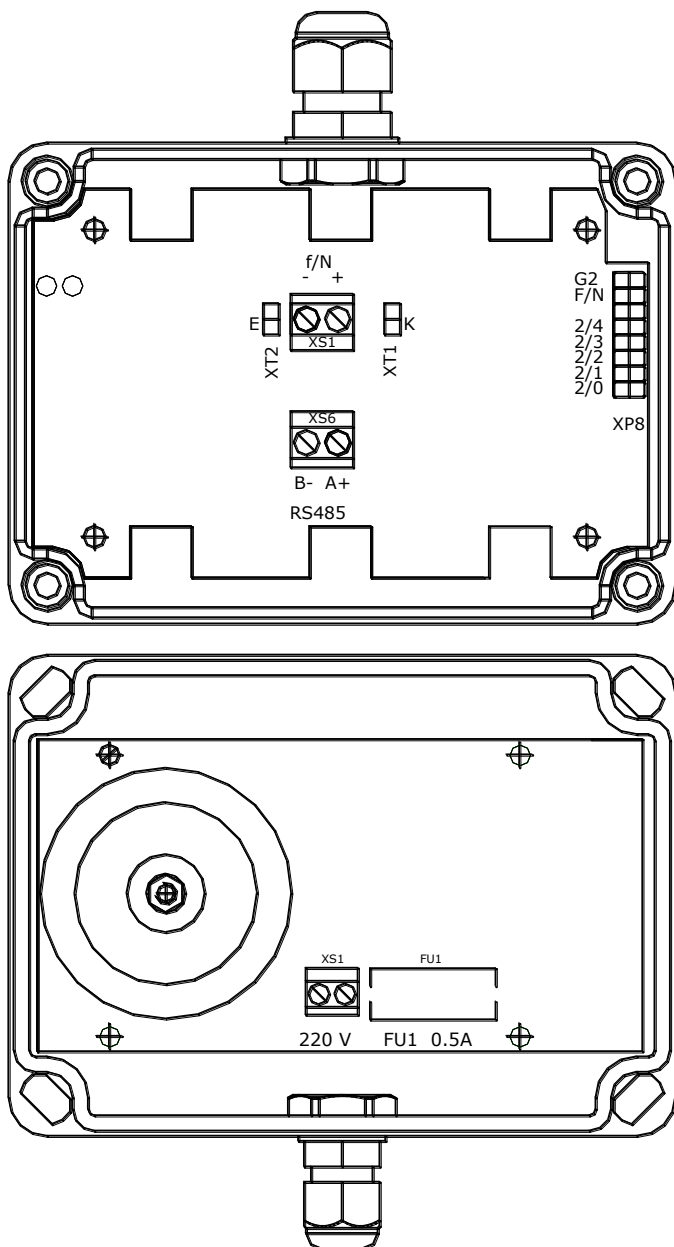

Рис. 8.7
8.4.1 Для проведения монтажа необходимо отвернуть 4 винта на передней панели ППМ и снять переднюю панель. После этого освобождается доступ к разъемам и клеммникам для подсоединения внешних цепей. Внешний вид ППМ расходомера приведен на рис. 8.7, 8.8.
8.6.2 Проверить правильность монтажа электрических цепей в соответствии с электрической схемой подключения, приведенной на рис. 8.7.
8.6.7 Для визуального просмотра измеренных параметров информация с расходомера может быть считана по последовательному интерфейсу RS-485. Для работы по последовательному интерфейсу RS-485 необходимо снять переднюю панель расходомера и подключить к разъёму RS-485 кабель для связи с периферийными устройствами: IBM совместимым компьютером, контроллером, теплосчетчиком и т.д. (см. рис. 8.7, 8.8). При работе по интерфейсу RS-485 подключение к компьютеру следует осуществлять через интерфейсный адаптер.
Переключение диапазона расходов осуществляется путём установки/снятия джампера **G2** (поле **XP8**, см. рис. 8.7, 8.8).
Установка вида дискретного сигнала осуществляется путём установки/снятия джампера **F/N** (поле **XP8**, см. рис. 8.7).
Конфигурация выходного каскада выбирается путём установки/снятия джамперов **ХТ1**, **ХТ 2** на плате коммутации (см. рис. 8.7, 8.8; таблицу 8.1).
8.10.1 Установка сетевого адреса расходомера осуществляется путём установки/снятия джамперов **2/0...2/4** (поле **XP8**, см. рис. 8.7, 8.8). Сетевым адресом расходомера является пятибитное двоичное число. Младший разряд адреса устанавливается джампером **2/0**, старший – джампером **2/4**. «1» соответствует состоянию джампера ON, «0» соответствует состоянию джампера OFF.
- отвинтить винты на верхней крышке и снять ее (вид расходомера со снятой верхней крышкой приведен на Рис. 8.7, 8.8);